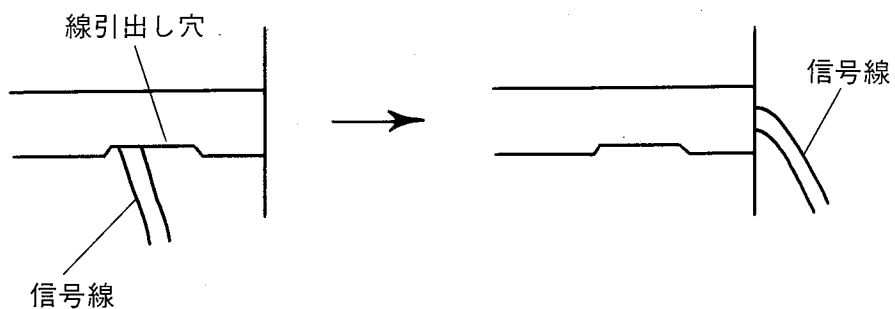

図3 コードの引き出し
- ① 水分センサのコードを取り付け面より貫通させて使用するときは、図3のようにコードをパイプ口から引き出してください。